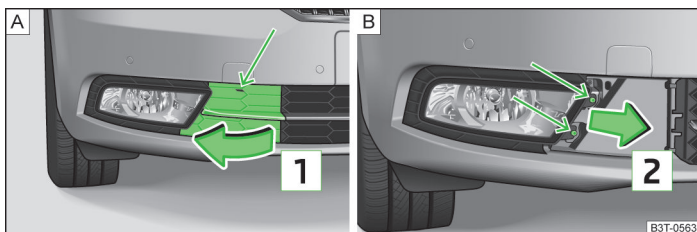

Fig. 208 Bara de protecție față: Grilaj de protecție / demontare faruri ceață
- > Desprindeți grilajul de protecție în zona săgeții » fig. 208 - **A** cu ajutorul etrierului pentru extragerea capacelor integrale de roți » pagina 229, *Trusa de scule*.
- > Desurubați farul de ceață » fig. 208 - **B** folosind șurubelnița din trusa de scule.
- > La remontare, introduceți farul de ceață în sens contrar săgeții **2** » fig. 208 - **B** și înșurubați-l.